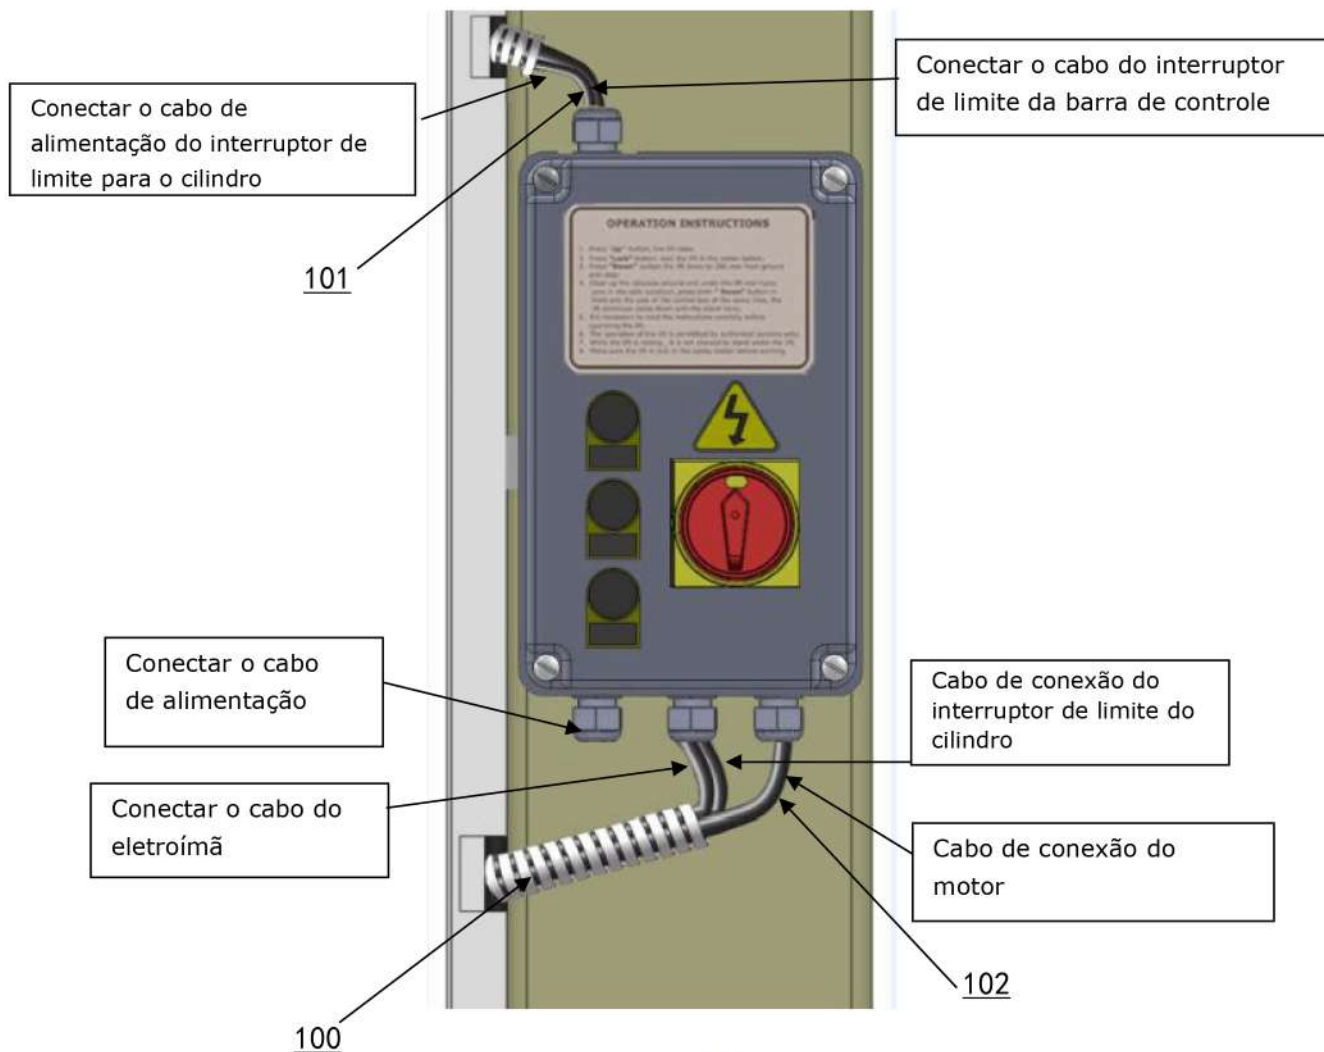

Fig. 31
1. Cabo de conexão com caixa de controle (Ver Fig. 31)